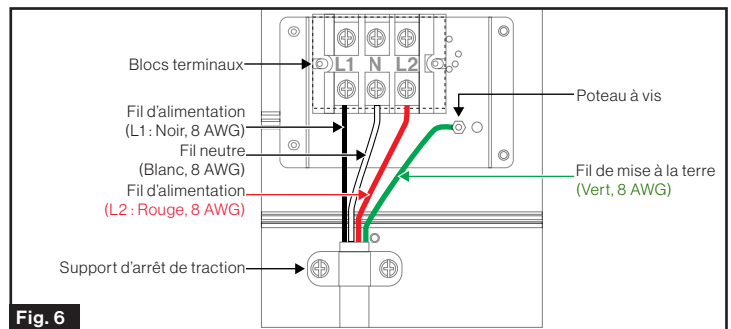

Fig. 6
- Reportez-vous à la Fig. 6 pour des conseils sur le branchement à 4 fils.
- Le neutre est le fil d'alimentation blanc. Fixez-le à la borne centrale (N).
- La masse est le fil d'alimentation vert. Fixez-le au poteau à vis (voir Fig. 6).
8. Reportez-vous à la Fig. 6 pour des conseils sur le branchement à 4 fils.